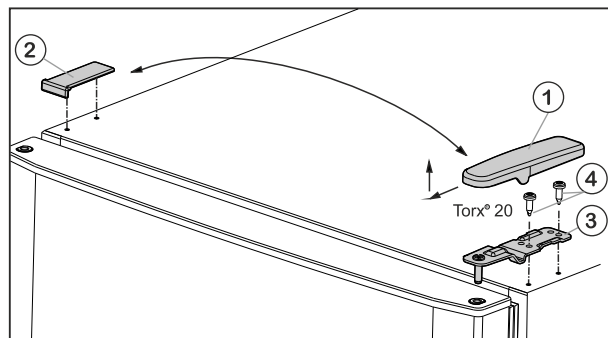

Fig. 6
- Afdekking Fig. 6 (1) naar voren en omhoog wegtrekken.
- Afdekking Fig. 6 (2) verwijderen.
- Bovenste scharnierplaat Fig. 6 (3) losschroeven (2 keer Torx® 20) Fig. 6 (4) en omhoog wegtrekken.
- Bovenste scharnierplaat Fig. 6 (3) op de nieuwe scharnierzijde in de deur plaatsen.
- Bovenste scharnierplaat **vastschroeven (met 4 Nm)** (2 keer Torx® 20) Fig. 6 (4). Eventueel een accuboormachine gebruiken.
- Afdekking Fig. 6 (1) van buitenaf terugplaatsen op de andere zijde en vastklikken.
- ▶ Afdekking Fig. 6 (2) telkens van bovenaf terugplaatsen op de andere zijde en vastklikken.